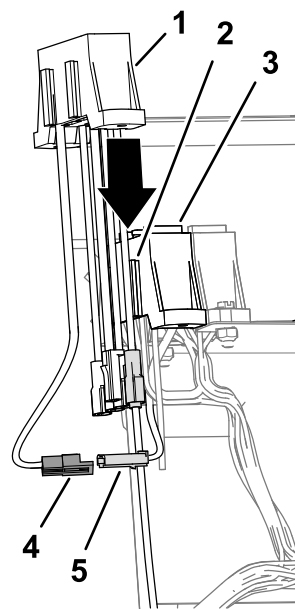

图 23
2. 将机器保险丝盒的辅助馈线的 2 针接头连接至辅助保险丝盒馈线的 2 插槽接头 图 23。
3. 将辅助保险丝盒上的插槽与机器保险丝盒的安装法兰对齐 图 23。